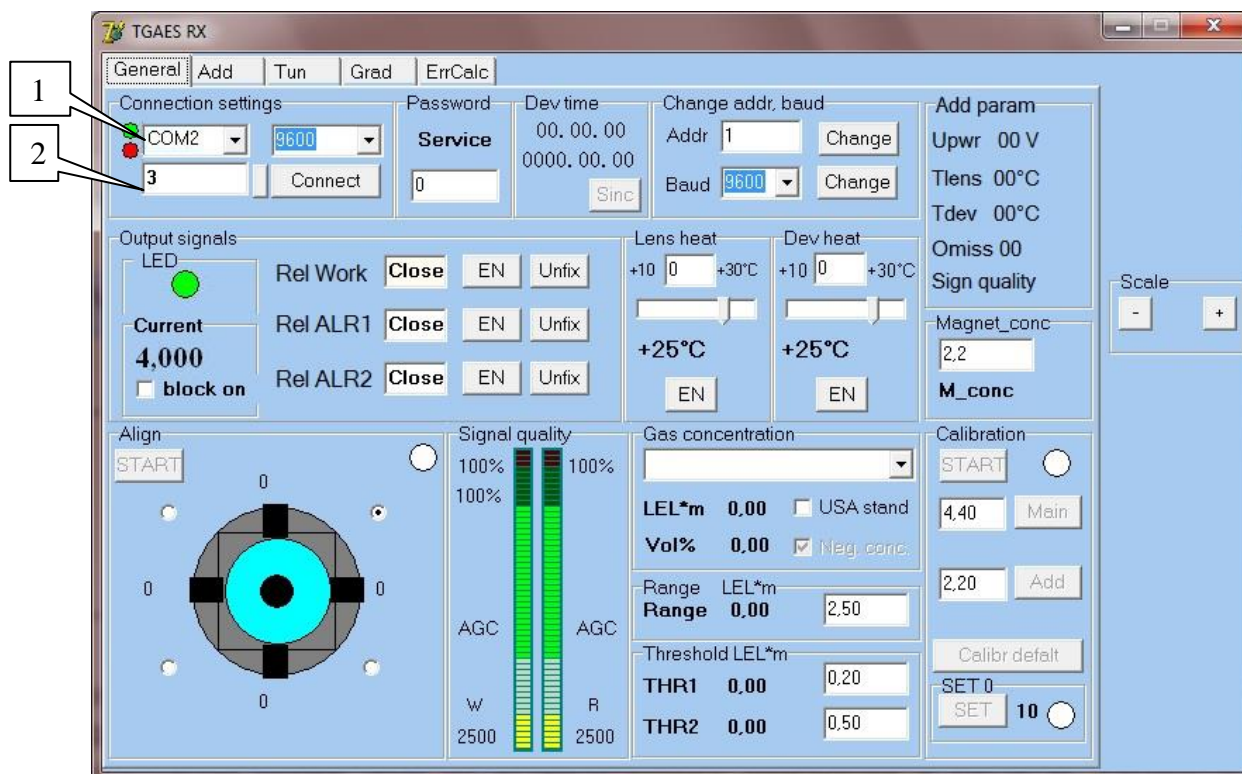

Рисунок 5 – Меню программы ТГАЭС
- для установки связи с прибором, в появившемся меню программы, выбрать номер COM порта (рис.5 поз.1). Ввести сетевой адрес прибора (рис.5 поз.2) и нажать клавишу Connect.